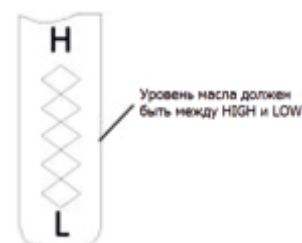

Рис.40
4. Открутите и снимите крышку заливной горловины с трубки заливной горловины. Обратите внимание на уровень масла, если показания масла на щупе ниже отметки «**НИЗКИЙ**», медленно добавьте масло до уровня «**ВЫСОКИЙ**», см. Рис. 40.